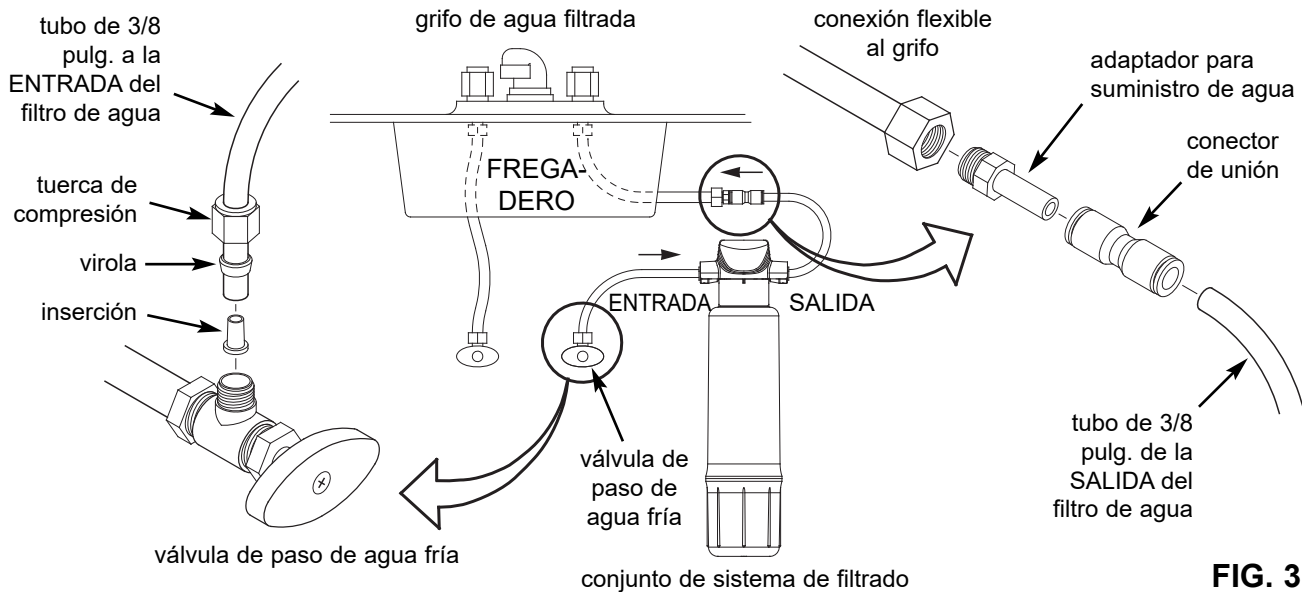

FIG. 3
Al planear la instalación, consulte los códigos locales de plomería y cúmplalos; luego instale las uniones para conectar el sistema de filtración de agua a la tubería de agua fría del fregadero. Se incluyen uniones (rosca 9/16-24) y tubo de 3/8 pulg. de D.E. a fin de proporcionar conexiones desde y hacia la entrada y salida del sistema de filtración de agua. En la Fig. 3. se ilustra una conexión típica con las uniones para suministro de agua que se incluyen.
3. Encuentre una pieza de la tubería de 3/8 pulg. suministrada, más la tuerca de compresión, la virola y la inserción de tubería que se incluyen. (Vea la Fig. 3). Monte las piezas en el tubo, como se ilustra en la Fig. 3, y enrosque la tuerca de compresión en la válvula de paso de agua fría. Apriétela para lograr una conexión a prueba de fugas.